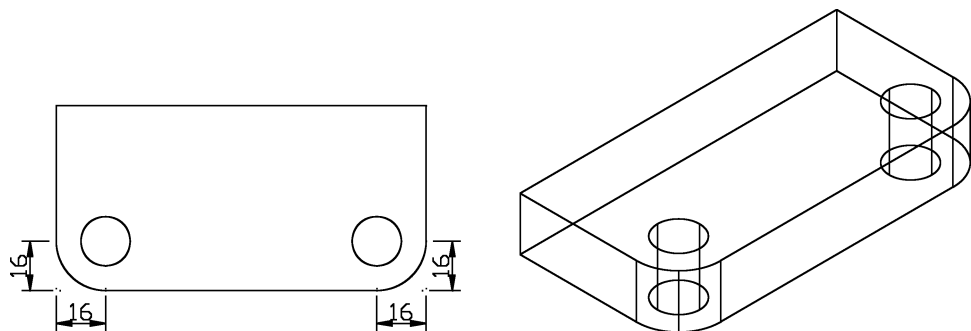

图 9-22 绘制圆柱体
3) 在功能区单击“常用”选项卡→“建模”面板→“圆柱体”按钮  圆柱体, 在俯视图中绘制一个半径为 8, 高度为 20 的圆柱体, 利用“移动”命令将其移动到适当位置, 并利用“镜像”命令生成一个圆柱体副本, 如图 9-22 所示。